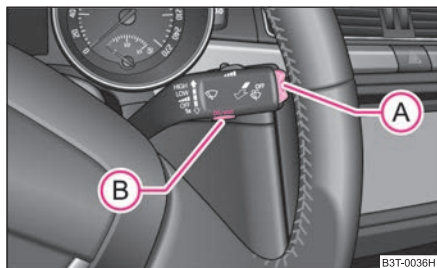

Fig. 12 Pantalla informativa: elementos de manejo en la palanca de limpiacristales
- El **MAIN MENU (MENÚ PRINCIPAL)** se activa pulsando la tecla basculante **A** ⇒ fig. 12 durante más de 1 segundo.